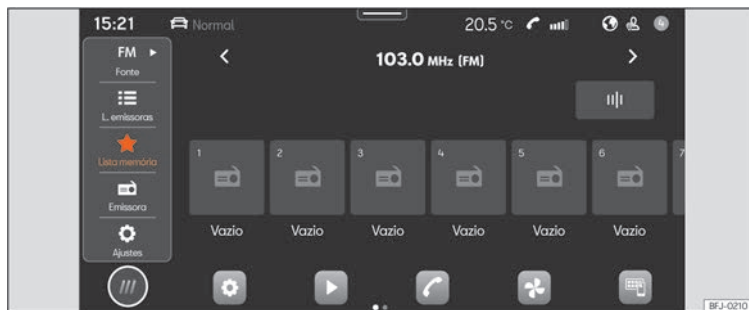

Fig. 157 Esquema: Vista Rádio
- Pressione **HOME** > >>> **Fig. 157**.